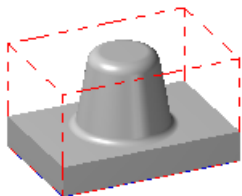

图 5.6.2 设置工件
Step4. 单击“机床群组属性”对话框中的 **✓** 按钮，完成工件的设置，如图 5.6.2 所示。